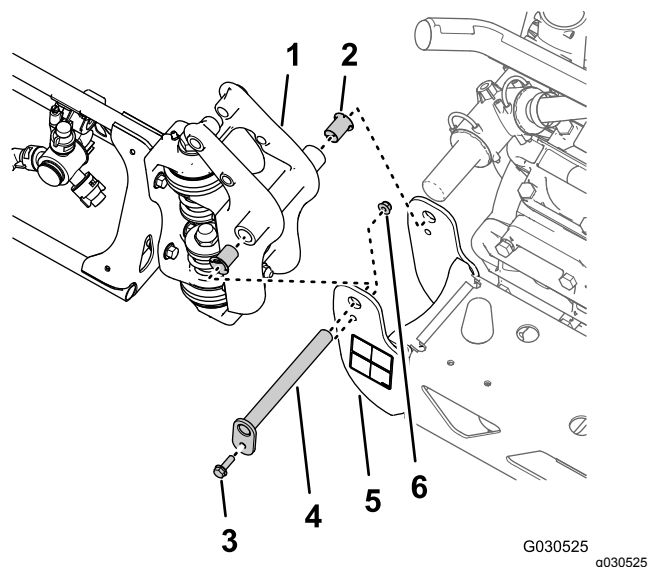

図 40
1. ピボットピンをピボットブラケットに固定しているフランジボルト5/16 x 1 インチ とフランジロックナット 5/16 インチを取り外す 図 40。
2. センターブーム用のピボットブラケット、および、左右ブーム用のピボットフィッティングからピボットピンを抜き取る 図 40。
3. センターブームから外側左または右ブームを切り離し、外側ブームを機体から外す 図 40。
4. 外側ブームのピボットフィッティングからナイロン製フランジブッシュ2個を外す 図 40。